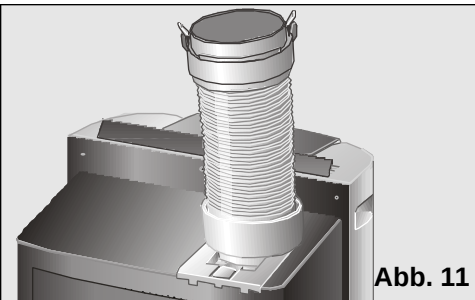

Abb. 11
- ☐ Ziehen Sie die Fensterdüse ab und bringen Sie den Abluftschlauch in die Stellung, die in **Abbildung 11** dargestellt ist.